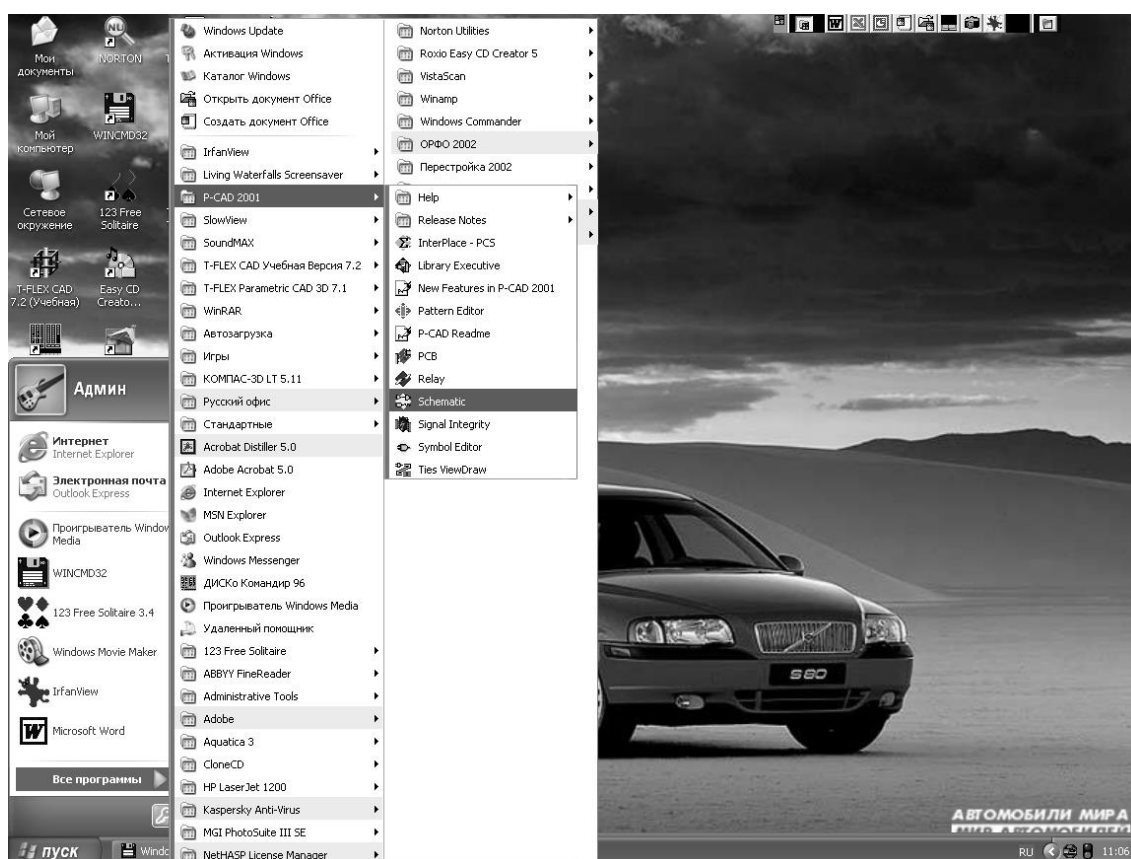

Рис. 3.1. Путь для запуска программы *Schematic*
Для создания схем электрических принципиальных в **P-CAD 2001** следует использовать программу **Schematic**. Чтобы ее активизировать, следует дать команду **Пуск | Программы | P-CAD 2001 | Schematic** (рис. 3.1). При этом перечень доступных для Windows объектов (программ), указанных в первой и второй колонках, скорее всего, не будут совпадать с программным обеспечением, установленным на Вашем компьютере.
3. Произвести запуск программы **Schematic** (рис. 3.1).